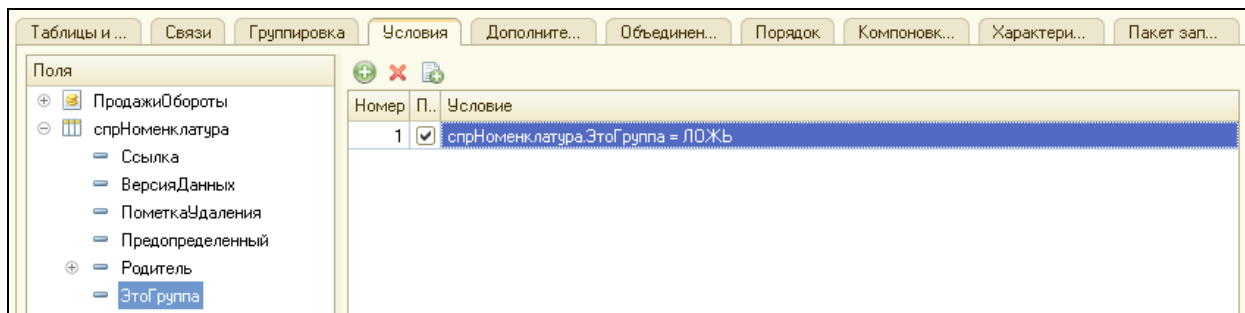

Рисунок 4.16 Создание первого условия
6. Перейти на закладку **Условия**. Установить отбор так, чтобы группы справочника **Номенклатура** не попадали в отчет. Раскрыть таблицу **спрНоменклатура**, перетащить поле **ЭтоГруппа** в список условий. Отредактировать условие по образцу (рис. 4.16).